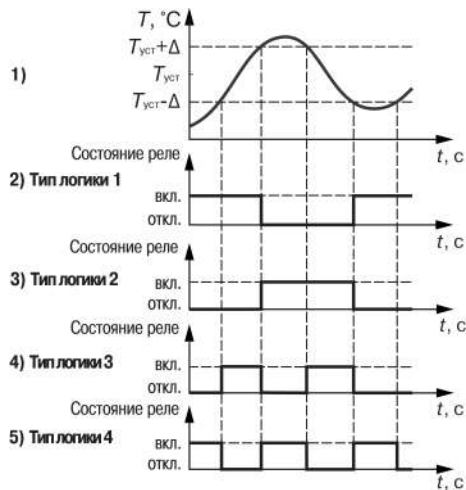

Рисунок 7.3 – Типы логики
- **Тип логики 1 «Прямой гистерезис»** (рисунок 7.3, график 2) используется для сигнализации о достижении контролируемым параметром значения ниже заданной границы. Выходное реле «Авария объекта» включается при температурах $T < T_{\text{уст}} - \Delta$, а выключается при
- **Тип логики 2 «Обратный гистерезис»** (рисунок 7.3, график 3) используется для сигнализации о превышении параметром заданной границы. Выходное реле включается при температурах ($T > T_{уст} + D$), а выключается при ($T < T_{уст} - D$).
- **Тип логики 3 «П-образная»** (рисунок 7.3, график 4) применяется для сигнализации о нахождении температуры в заданных границах. Выходное реле включается при температурах ($T_{уст} - D < T < T_{уст} + D$).
- **Тип логики 4 «U-образная»** (рисунок 7.3, график 5) применяется для сигнализации о выходе температуры за заданные границы. Выходное реле включается при температурах ($T < T_{уст} - D$) или ($T > T_{уст} + D$).